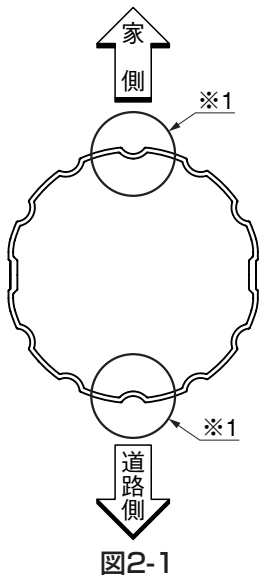

図2-1
- ポールには方向があります。配管口が後側にくるようにしてください。また、2型ポールは凹んでいる部分が前後にくるように設置してください。(図2-1※1参照)